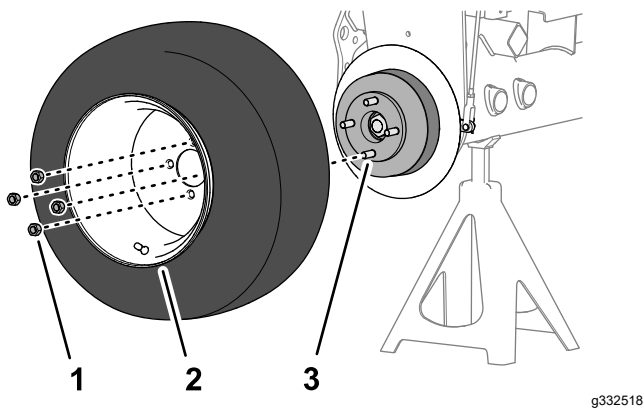

図 64
1. 前輪をハブに固定しているラグナット4個を外して前輪を取り外す 図 64。